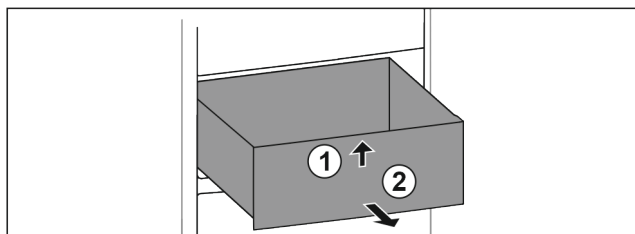

Fig. 17
- Le soulever à l'avant Fig. 17 (1).
- Sortir le tiroir par l'avant Fig. 17 (2).